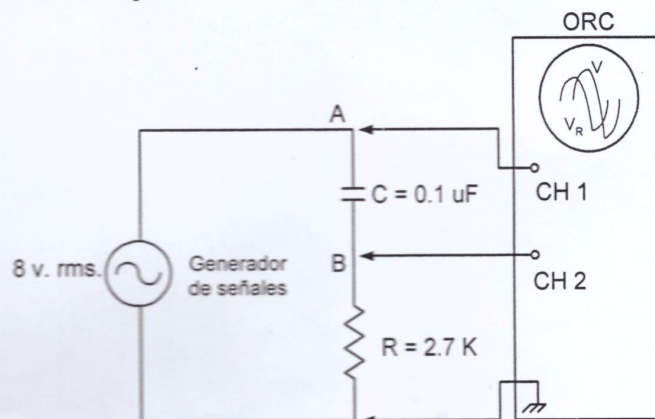

Fig. 3
8. Conectar el circuito de la Fig. 3. El transformador T disminuye la tensión de red de 220v. /12 v.c.a.
15. Conectar el circuito de la Fig. 3.